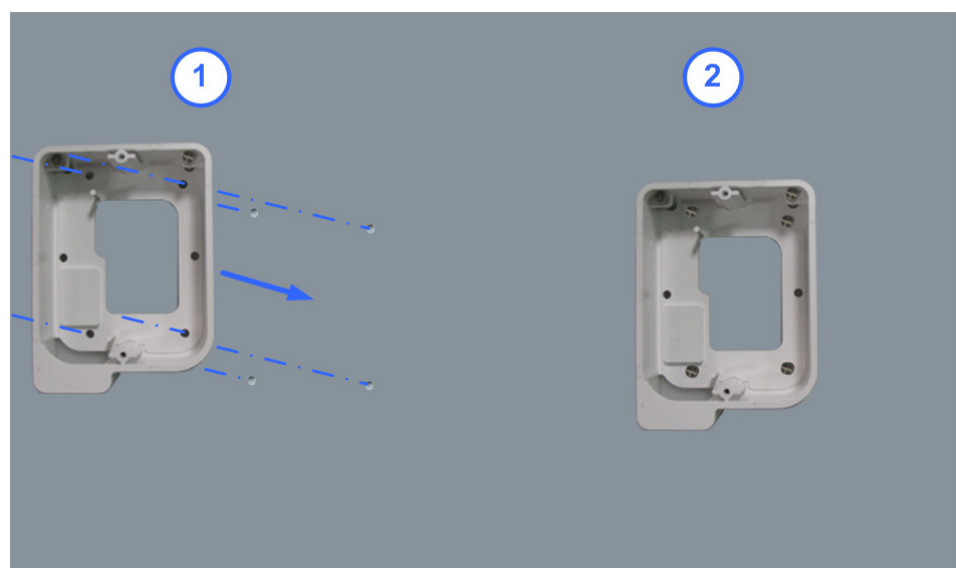

Figure 3.19: Fixation de l'entretoise d'assemblage
4. Fixer l'entretoise d'assemblage au mur à l'aide des quatre vis de 3 mm de diamètre (voir Figure 3.19).